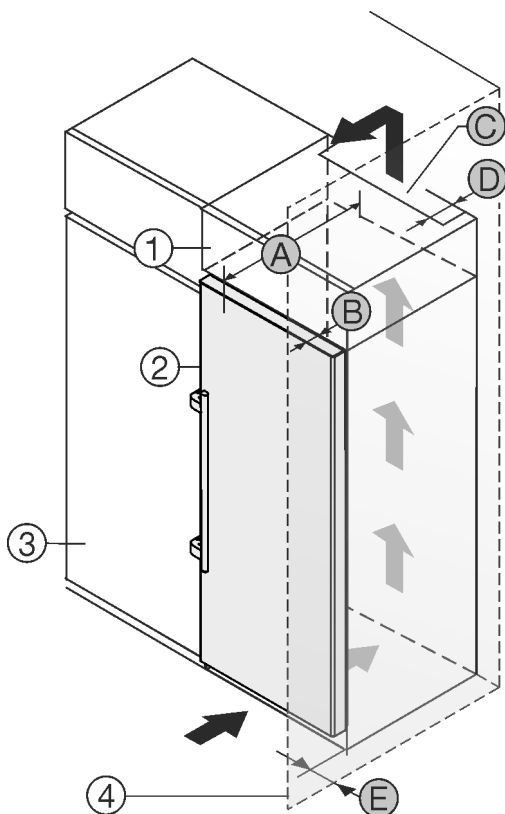

Fig. 2
Můžete přístroj nainstalovat přímo vedle kuchyňské skříňky Fig. 2 (3) .\*
Na zadní straně nástavné skříňky musí být větrací šachta hluboká Fig. 2 (D) přes celou šířku nástavné skříňky.\*
Pod stropem místnosti musí být dodržen ventilační průřez Fig. 2 (C) .\*
Když přístroj instalujete závěsy vedle stěny Fig. 2 (4) , musí být vzdálenost mezi přístrojem a stěnou minimálně 57 mm . To odpovídá přesahu madla při otevřených dveřích.\*
Aby bylo možné dvířka plně otevřít, musí přístroj přesahovat o hloubku dvířek Fig. 2 (B) vůči přední linii kuchyňské skříňky. V závislosti na hloubce kuchyňských skříňek Fig. 2 (3) a použití vymezovačů odstupů od stěny může přístroj vyčnívat dále.\*